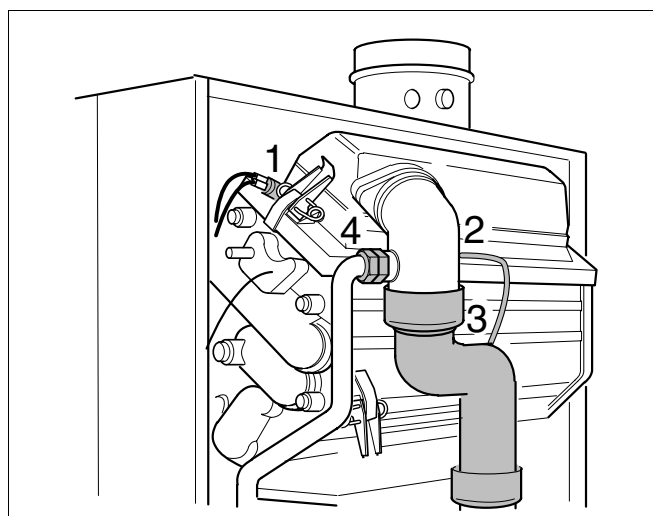

Fig. 35 Rimozione dei collegamenti
- Svitare il collegamento a vite dell'ugello del gas (fig. 35, pos. 4).
- Rimuovere il tubo flessibile dal ventilatore (fig. 35, pos. 3).
- Rimuovere il tubo flessibile dal punto di misurazione della pressione differenziale (fig. 35, pos. 2).
- Rimuovere il connettore dal termostato del bruciatore (fig. 35, pos. 1).